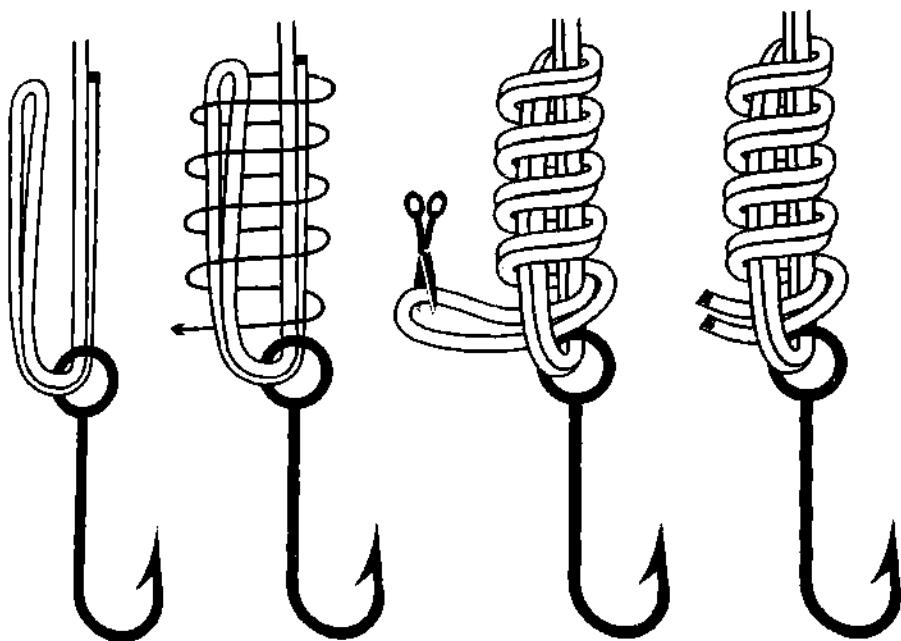

Рис. 715. Спиннинговый узел, завязанный сдвоенным концом.
**Спиннинговый узел** широко рекламируется фирмами-производителями приманок, как наиболее надёжный для крепления блёсен. У **спиннингова узла** шлаги кладутся сверху вниз, в отличие от **ушкового узла**, у которого шлаги пожатся снизу вверх (рис. 714). Ходовой конец обматывается вокруг основной лески и самого себя 3-6 раз и пропускается под шлаги. Надёжность **спиннингового узла** со шлагом составляет более 95%. **Спиннинговый узел**, связанный вдвое сложенным концом, используется для крепления приманок к плетёным шнуром (рис. 715).